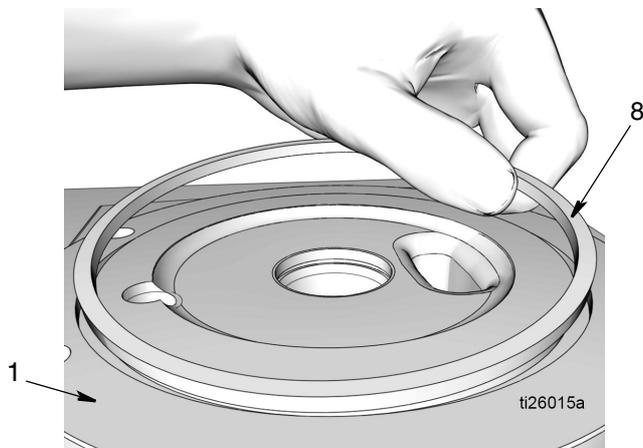

FIG. 31
22. Saque la junta tórica cuadrada (8) de la base de la bomba (1) (FIG. 31). Deseche la junta tórica según la normativa para una eliminación adecuada.